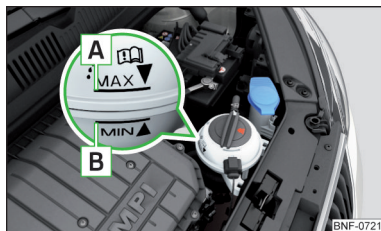

Fig. 110
La denominación del líquido refrigerante se encuentra en el depósito de compensación del líquido refrigerante » **fig. 110 de la pág. 115**.
- No rellene el depósito de líquido refrigerante por encima de la marca **A** » fig. 110 de la pág. 115.
Depósito de compensación del líquido refrigerante » fig. 110
➤ Compruebe el nivel de líquido refrigerante en el depósito de expansión del mismo » fig. 110.
Cuando el motor está caliente, el resultado de verificación puede ser inexacto. El nivel también puede estar sobre la marca **A** » fig. 110.